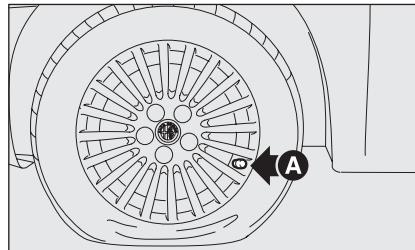

fig. 16
- coloque la rueda con la válvula **A-fig. 16** en el sentido que se ilustra en la figura y después **accione el freno de mano**, saque el kit de reparación rápida y póngalo sobre el terreno cerca de la rueda en la que está interviniendo;